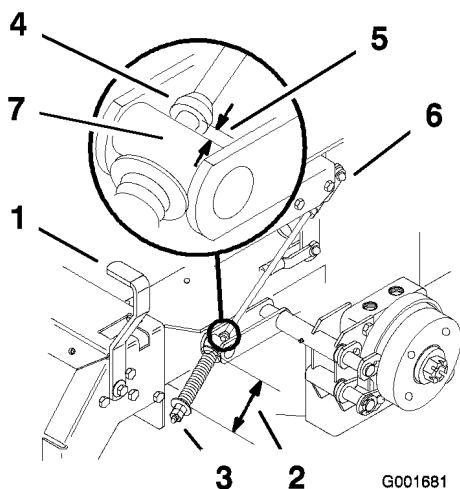

Figure 48
2. Mesurez la longueur du ressort ; les rondelles doivent être distantes de 74 mm (2-3/4 pouces) (Figure 48).
- A. Desserrez l'écrou de blocage situé sous le ressort et serrez l'écrou directement au-dessous de la chape (Figure 48).
comprise entre 5 et 7 mm (3/16 et 1/4 pouce) (Figure 48).
- B. Tournez les écrous de réglage inférieurs jusqu'à obtention de l'écart voulu (Figure 48).